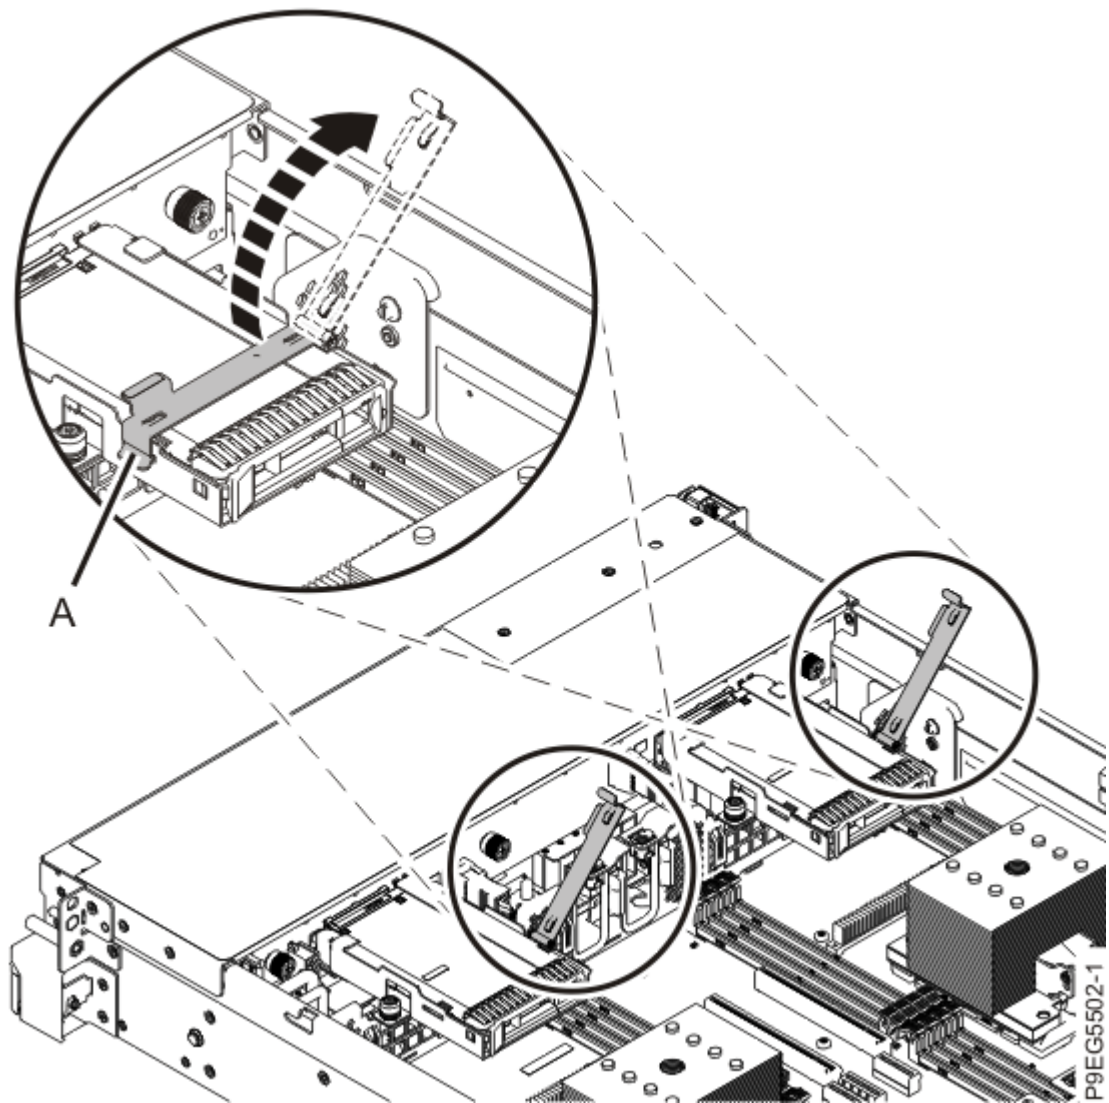

図 6. ドライブ・ホルダーのオープン
- a) ドライブ・ホルダー **(A)** を開きます (8 ページの図 6 を参照)。